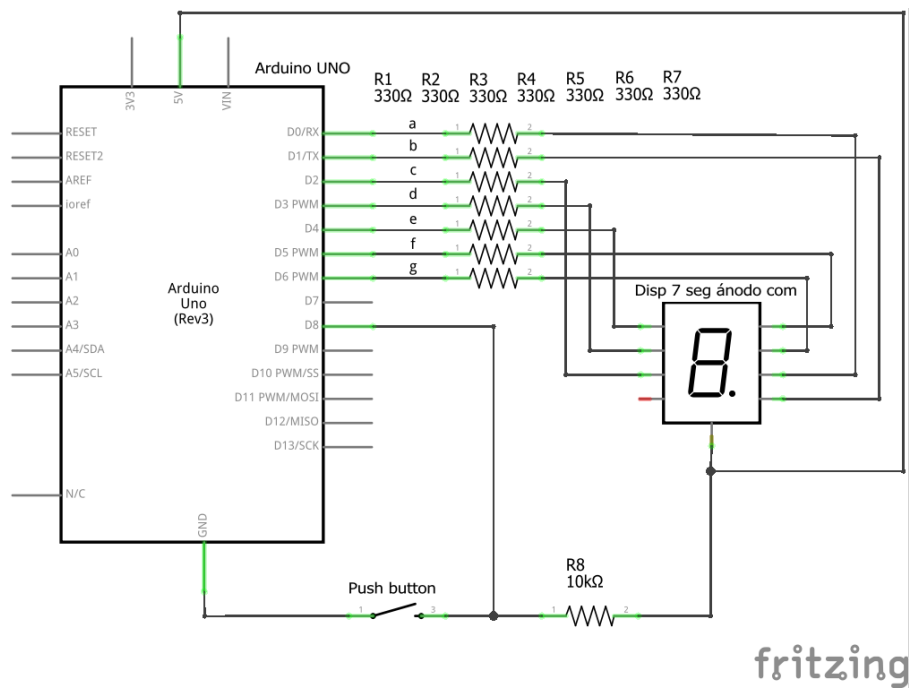

Figura 1: Circuito 1
2. Arme el circuito de la figura 1. El dispositivo debe estar programado de tal forma que muestre la cuenta de 0 a F. El contador inicia en 0 y cada vez que se presiona el botón, la cuenta aumenta en 1. Una vez que se alcanza el valor máximo, la cuenta se reinicia.